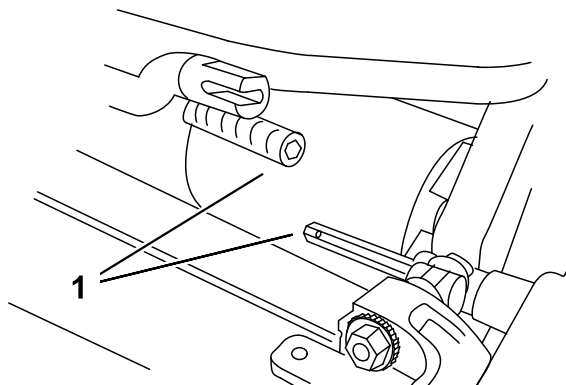

图4
3. 将滚刀组推入主机下方左侧的位置、接合变速箱联轴器（图4）。